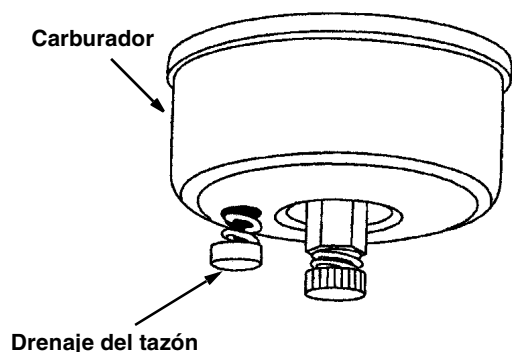

Figura 36
- Drene el carburador presionando hacia arriba sobre el drenaje del tazón, ubicado debajo de la cubierta del carburador. Vea la Figura 36.